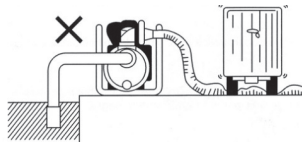

Рис. 1
5. Не допускайте пережима/перекрытия шланга подачи воды - это может привести к повреждению насоса (Рис. 1,2).